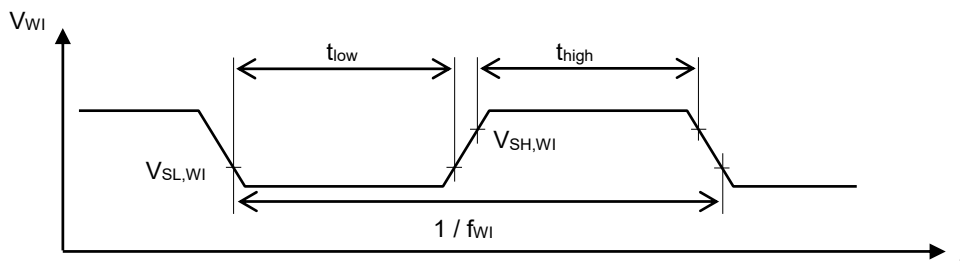

図5
*2. 図5の条件を満たす立ち上がりエッジをWI端子に入力した場合、ウォッチドッグタイマはトリガを検出します。
ウォッチドッグタイマの監視対象から入力される信号は、図5の条件を満たすようにしてください。